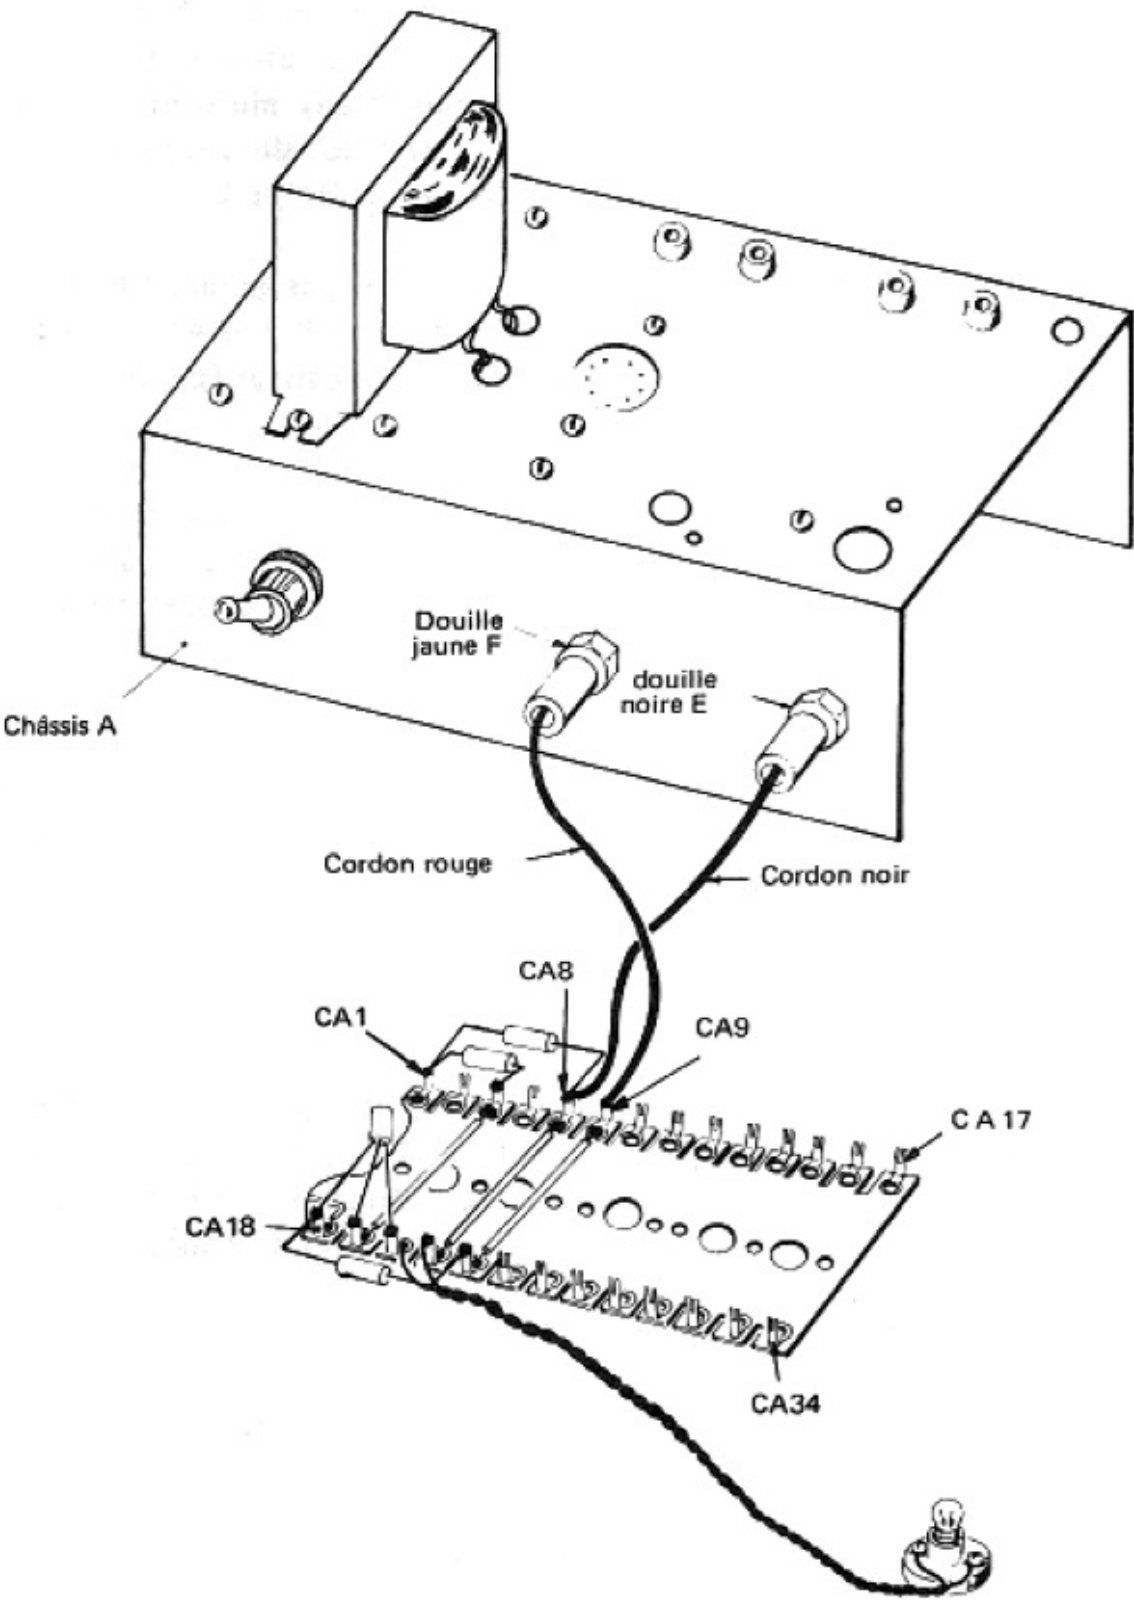

Figure 11
**VERIFIEZ** l'exactitude de vos liaisons en vous référant à la figure 11.